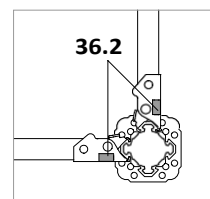

Fig. A9.03a
3. Натиснете свързката за маса STV до MULTIPROP подпорите и свържете сигурно чрез затягане на ринг-болтовете. (Fig. A9.03a)